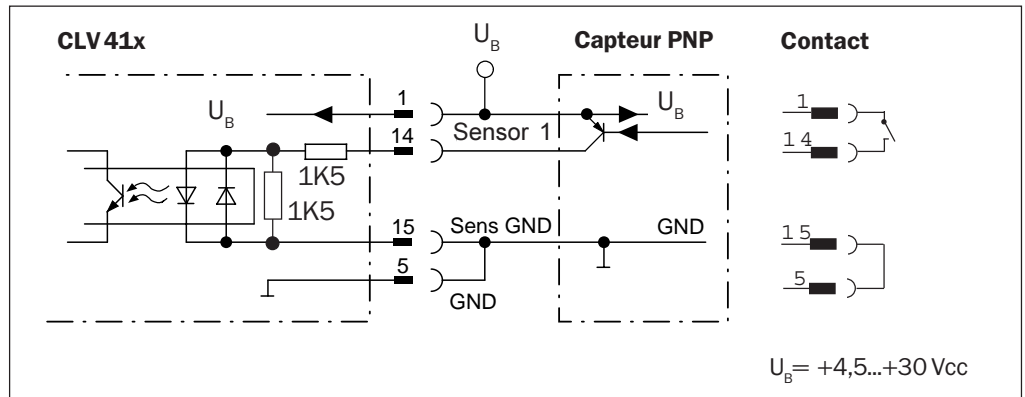

Fig. 5. Schéma de l'entrée TOR „capteur 1“ (Sensor 1) pour un déclenchement externe par capteur PNP.
- Raccorder le capteur au CLV comme indiqué à la fig. 5.